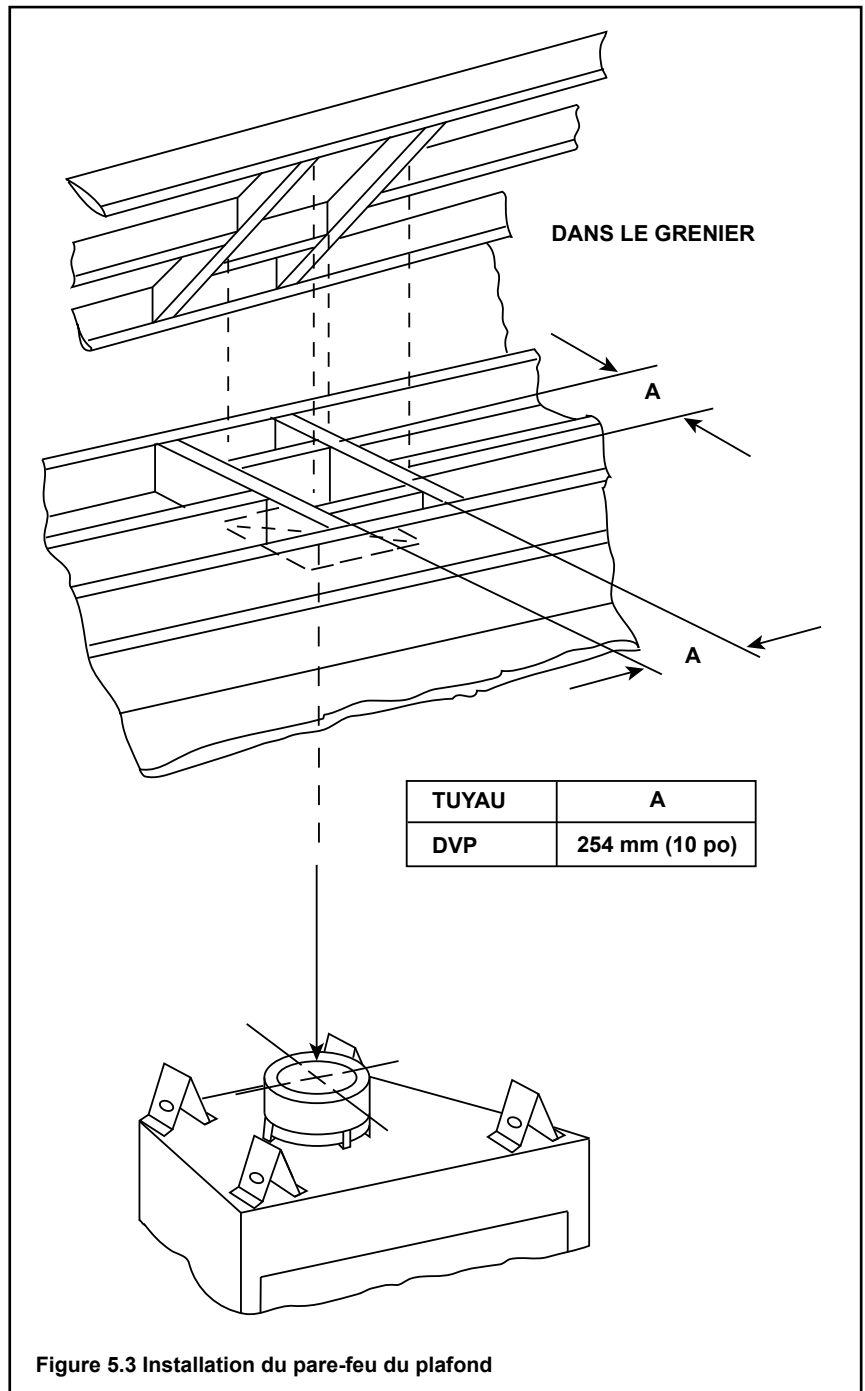

Figure 5.3 Installation du pare-feu du plafond
- **Conduite DVP seulement** – Fabriquez le cadrage d'une ouverture de 254 x 254 mm (10 x 10 po) chaque fois que le conduit d'évacuation des gaz traverse un plafond/plancher (voir la figure 5.3).